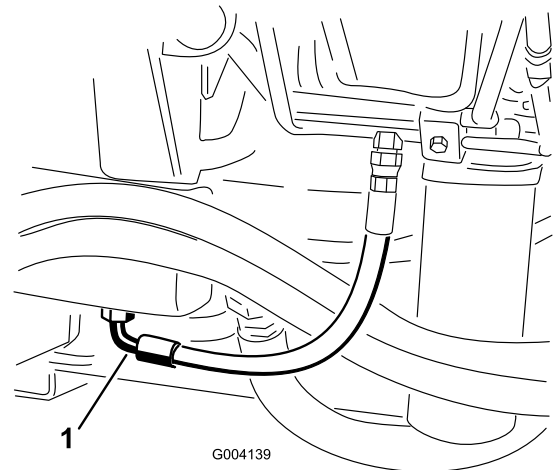

Bild 67
3. Stellen Sie eine große Auffangwanne unter das Anschlussstück, das unten am Hydraulikölbehälter befestigt ist (Bild 67).